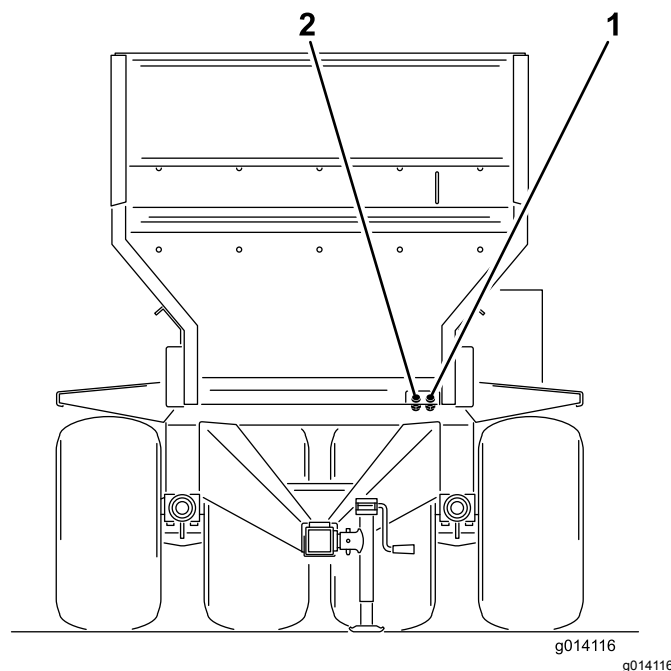

Figura 20
6. Collegate i due flessibili idraulici che provengono dalla macchina al veicolo trainante. Stando davanti alla macchina, collegate il flessibile destro al lato di mandata e il flessibile sinistro al lato di ritorno (Figura 20). Il flessibile di ritorno è dotato di una valvola di ritegno in linea a senso unico. La freccia sulla valvola di ritegno dovrà essere rivolta verso il connettore di ritorno del veicolo trainante.